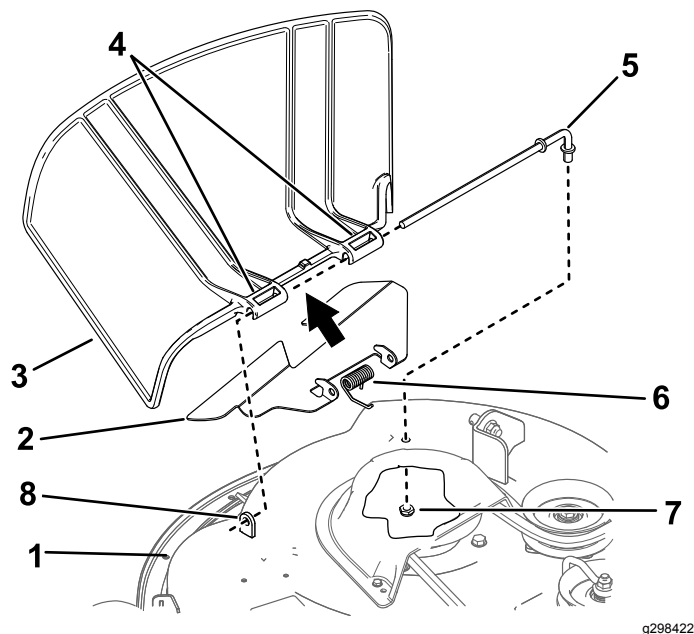

Figura 71
1. Retire la tuerca ($\frac{3}{8}$ ") de la varilla debajo del cortacésped (Figura 71).
7. Deslice la varilla a través del deflector y el segundo soporte del deflector de hierba (Figura 71).
9. Sujete el extremo trasero de la varilla en el cortacésped con una tuerca ($\frac{3}{8}$ "), como se muestra en la Figura 71.
2. Deslice la varilla para sacarla del separador corto, el muelle, el deflector y el deflector de hierba (Figura 71).
4. Instale el deflector de hierba y el deflector nuevos (Figura 71).